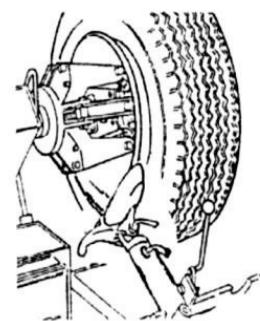

Fig 9
7. Répétez l'opération ci-dessus jusqu'à ce que le bord du pneu de l'autre côté se détache, comme indiqué à la **figure 9**.